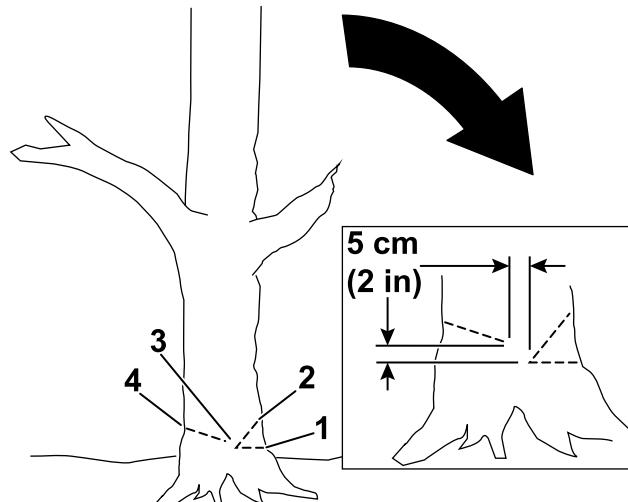

Figura 16
- Faça o primeiro corte a um terço da distância através do diâmetro da árvore no lado em que deseja que a árvore caia (Figura 16).
- Faça um segundo corte para formar um entalhe, começando o corte a, no mínimo, 5 cm acima e afastado do primeiro corte (Figura 16).
- Faça o corte de abate a partir do lado oposto do entalhe e a cerca de 5 cm acima da parte inferior do entalhe como se mostra na Figura 16.
Importante: Pare o terceiro corte 2,5 a 5,0 cm do entalhe para formar uma dobradiça entre os cortes (Figura 16), o que impede a árvore de cair na direção errada ou torcer à medida que cai.
Nota: À medida que o corte de abate se aproxima da dobradiça (Figura 16), a árvore deve começar a cair.